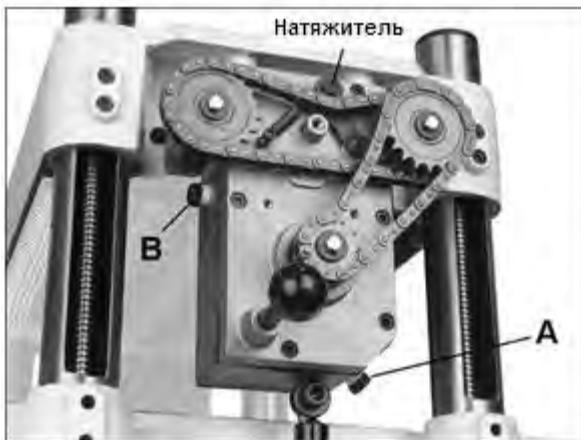

Рисунок 9-1
Станок оснащен прямым, зубчатым роликом подачи и резиновым роликом разгрузки. При включении, они начинают вращаться, обеспечивая подачу заготовки. Ролики вращаются для движения заготовки и автоматически замедляются при увеличении нагрузки на электродвигатель для наиболее эффективного строгания в любых условиях. Ролики приводятся в действие цепью и звездочками (см. Рис. 9-1), которые приводятся в движение непосредственно от ножевого вала через коробку скоростей. Приводная цепь не нуждается в натяжении, так как подпружиненное натяжное устройство (Рисунок 9-1) постоянно поддерживает надлежащее ее натяжение.
3. Открутите сливную пробку (A, Рисунок 9-1) и снимите крышку заливной горловины (B). Слейте отработанное масло полностью. Следуйте местным нормам и правилам по утилизации отработанного масла.
4. Установите сливную пробку на место (A) и заполните коробку скоростей свежим маслом через отверстие (B).
- Установите и затяните крышку заливной горловины (B).